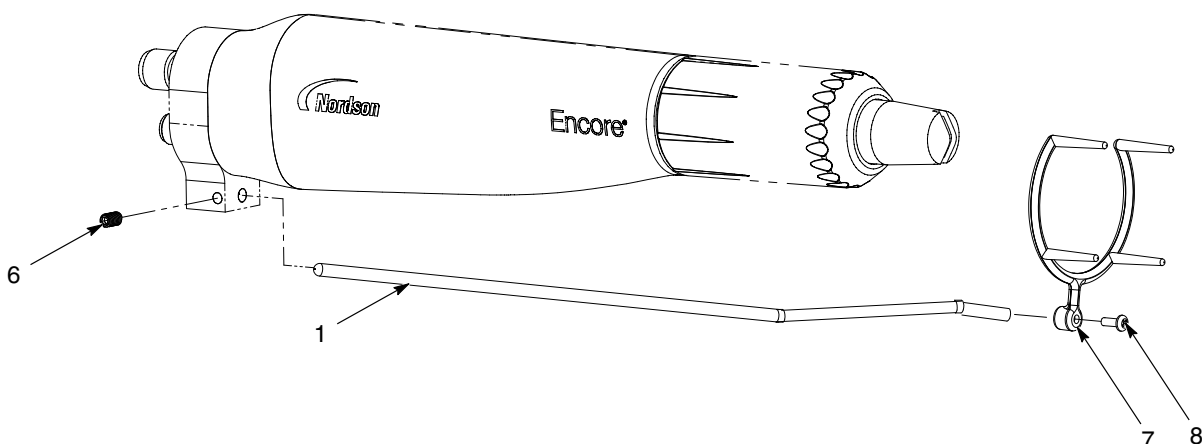

Figure 6 Installation du collecteur d'ions – Pistolet à fixation sur barre
1. Voir la figure 6. Insérer la tige du collecteur (1) dans la plaque de mise à la terre et la fixer avec la vis de blocage M5 x 8 (6) fournie avec le kit collecteur d'ions.
2. Fixer la pointe multiple (7) de la tige du collecteur avec la vis M3 x 8 (8).